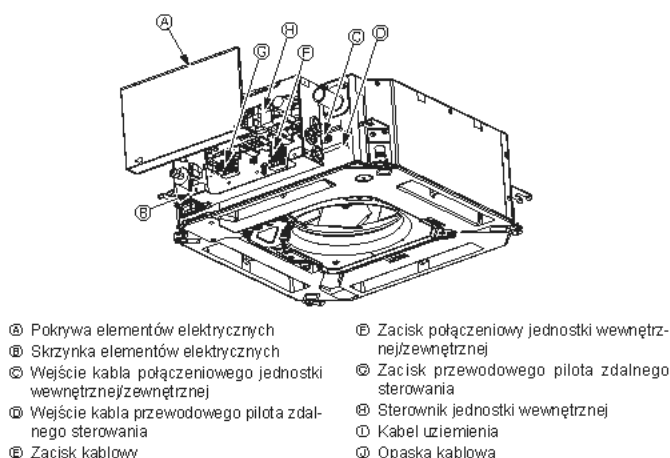
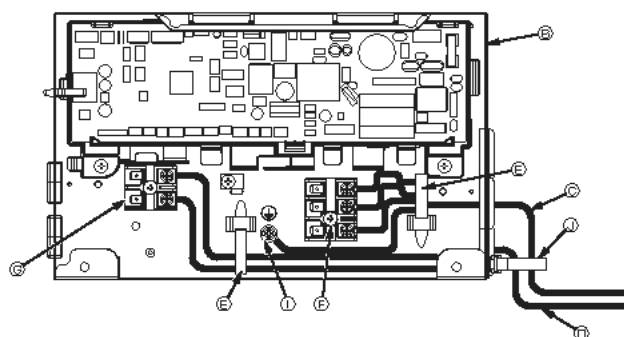
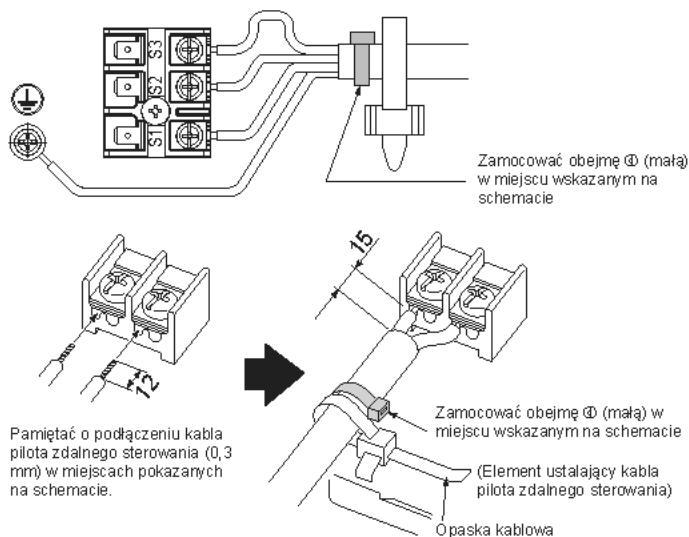

Fig. 7-1
Fig. 7-2
Fig. 7-3
7.2. Jednostka wewnętrzna (Fig. 7-1) (Fig. 7-2) (Fig. 7-3)